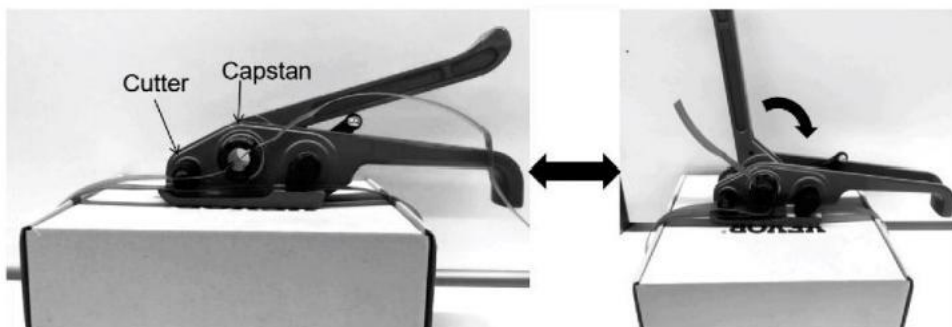

FIG.2 FIG.3
2. Placera packade bandslipsarna i skärtråget och de kapstan tråg, se FIG.2.
3. Kör denna tensi on bar upprepade gånger från FIG.2 till FIG. 3, den bandning vilja vara åtdragna.